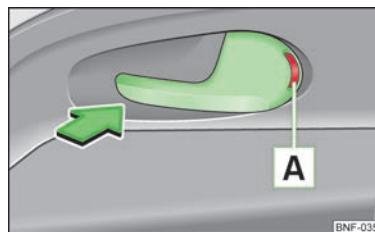

Abb. 11
- › Den Türöffnungshebel in Pfeilrichtung drücken, sodass die rote Markierung **A** » Abb. 11 sichtbar wird.
- Die Tür durch einmaliges Ziehen am Türöffnungshebel entgegen der Pfeilrichtung » Abb. 11 öffnen.